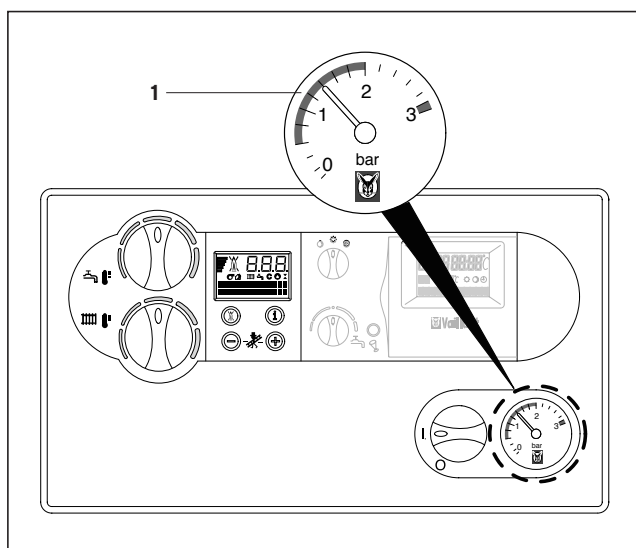

Abb. 3.7 Wasserstand kontrollieren
3.2.2 Wasserstand kontrollieren (Abb. 3.7)
- Kontrollieren Sie den Wasserstand (Fülldruck) der Anlage am Manometer (1).